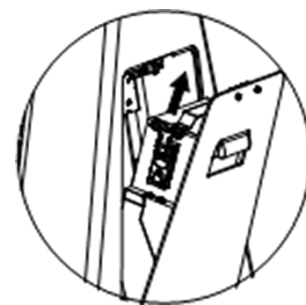

Fig. 16
3. Scollegare correttamente il connettore di alimentazione. Non toccare il cablaggio. (Fig. 16)